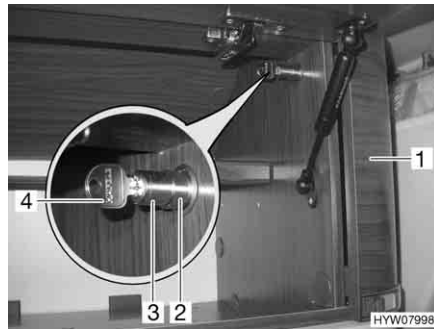

Fig. 78 Base estraibile con serratura a pressione
- Girare la chiave (Fig. 78,4) in senso orario di un quarto di giro. La parte interna (Fig. 78,3) della serratura a pressione (Fig. 78,2) scatta all'infuori.
- Estrarre la base estraibile laterale (Fig. 78,1).
- Inserire completamente la base estraibile laterale (Fig. 78,1).
- Premere verso l'interno la parte interna (Fig. 78,3) della serratura a pressione (Fig. 78,2), finché non si innesta. La base estraibile laterale è bloccata.